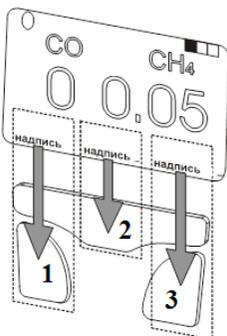

Рис. 2. Надписи на индикаторе, определяющие функции кнопок
1.4.2.2. Управление газоанализатором осуществляется с помощью трех кнопок пленочной клавиатуры. Кнопки управления (далее кнопки) не имеют постоянных функций, выполняемые ими команды определяются надписями на индикаторе (рис. 2). При описании функций указывается наименование кнопки, соответствующее надписи на индикаторе, например, кнопка ИНФО.
Для включения газоанализатора нажмите и удерживайте кнопку ВКЛЮЧЕНИЕ 2(см. рис. 2)до появления на индикаторе надписи: